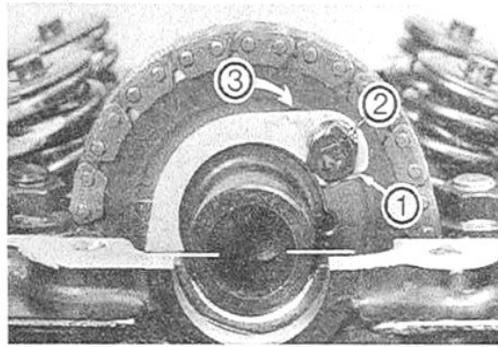

Bild 118
- Verschlusskappe abnehmen und Sicherungsblechlaschen ① des Nockenwellen-Kettenrads flachbiegen und Befestigungsschrauben ② ausdrehen (Bild 118). Darauf achten, dass sich Mit-